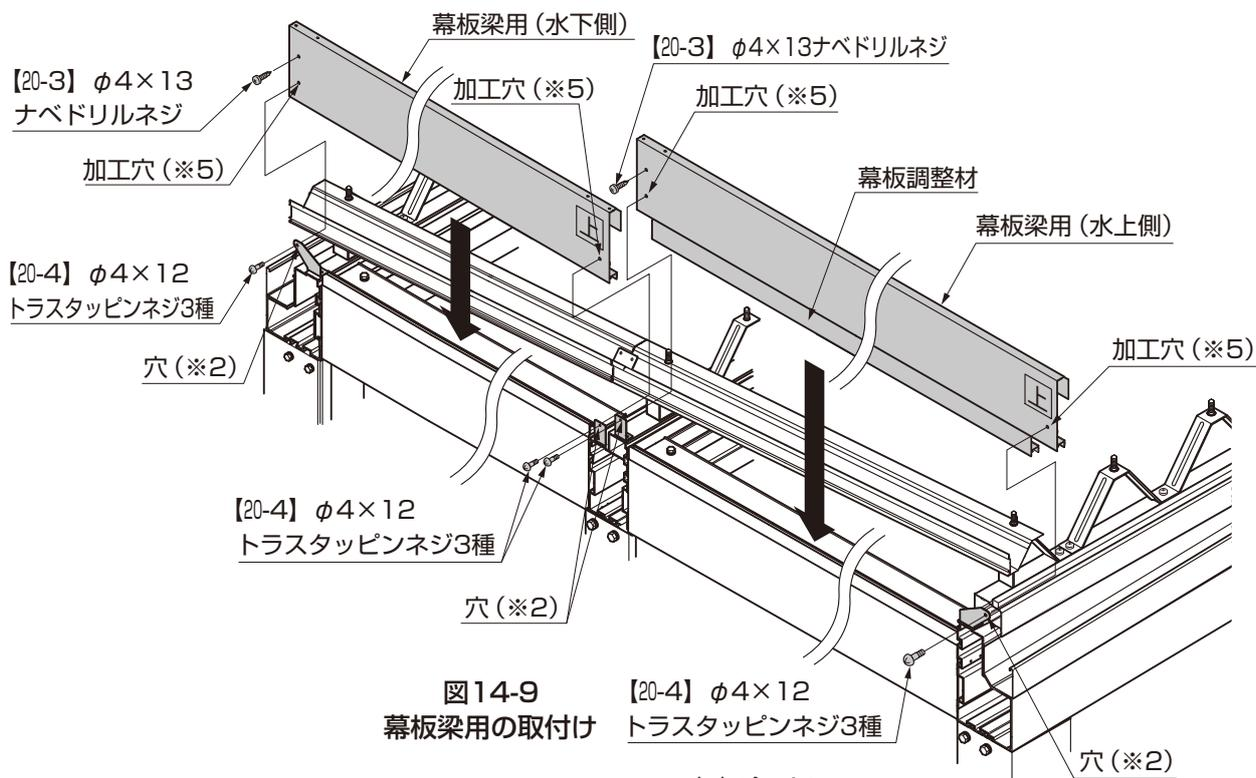
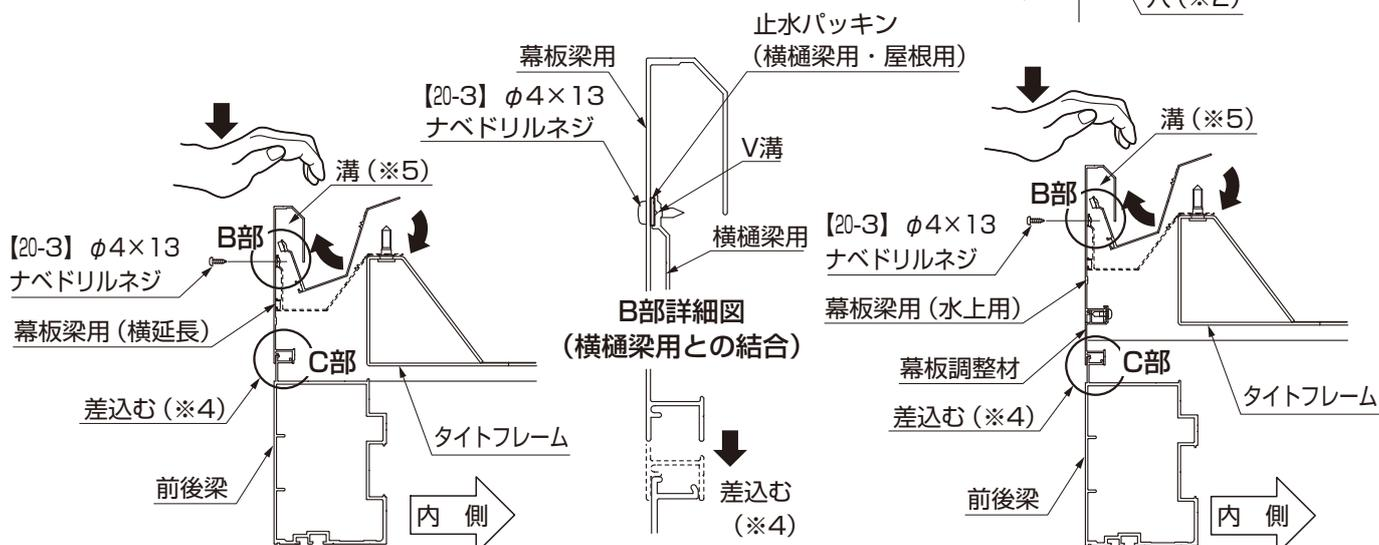

図14-9 幕板梁用の取付け
図14-10 幕板梁用の取付け (水下側)
- ③組付けた幕板調整材の下部を、前後梁上部に差込んで(※4)、幕板取付金具に【20-4】で取付けてください。(図14-9参照)
④幕板梁用(水下側)を、前後梁上部に差込んで(※4)、幕板取付金具に【20-4】で取付けてください。(図14-9参照)
- 横樋梁用を幕板梁用の溝(※5)に差込むように回転させて取付けてください。(図14-10、図14-11参照)
- ⑤幕板梁用の水下側の上の穴と、横樋梁用のV溝を【20-3】で取付けて結合してください。(図14-9、図14-10参照)